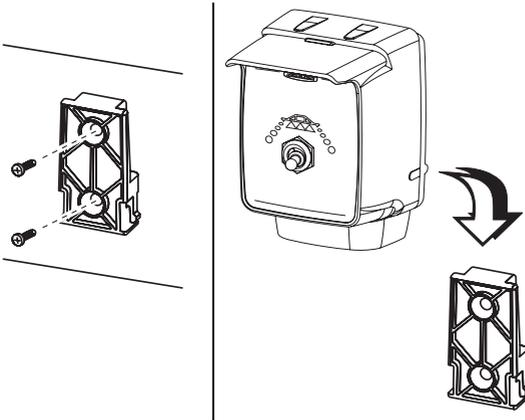

Abb. 9
- Den Steuerkasten in der Kabine befestigen: Richten Sie dabei den Befestigungsschlitten mit Hilfe der entsprechenden Schrauben (Abb. 9) an einem Punkt aus, an dem der Steuerkasten gut ersichtlich und leicht mit den Händen erreichbar ist, jedoch weit von sich in Bewegung befindlichen Organen resultiert; befestigen Sie den Steuerkasten dann durch Einfügen in den Schlitten und drücken Sie ihn dabei so lange nach unten, bis er als vollkommen festgeklemt resultiert.